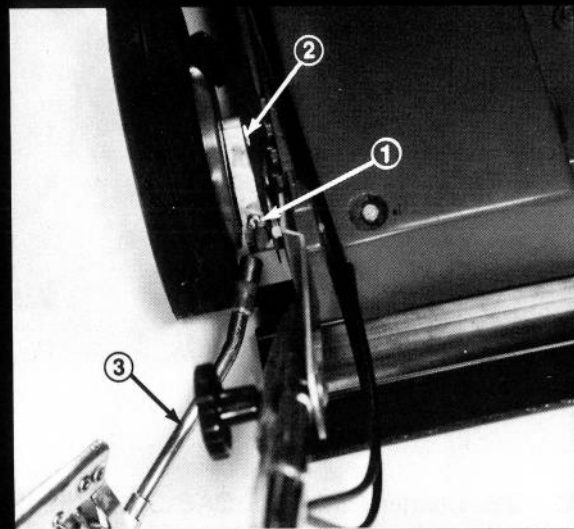

Abb. 24
ganz nach vorne schieben und Hebel in die Kerbe am Gehäuse einrasten lassen (Abb. 24). Der Auswurf ist nun zu und der Mäher bereit zum Mähen.
2. Fettpistole in die Oeffnung halten und Fett einspritzen (Abb. 24). (Ca. 2 - 3 mal).